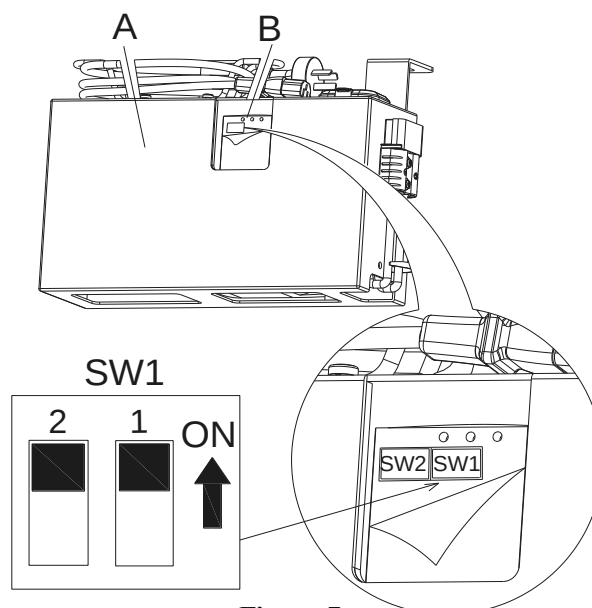

Figura 7
1. Apague la máquina y desmonte el cargador de a bordo (A, Figura 7) de la máquina. A continuación, abra la etiqueta de la cubierta del cargador (B, Figura 7) encontrará los 2 conjuntos de los interruptores (SW1 y SW2) en el cargador.